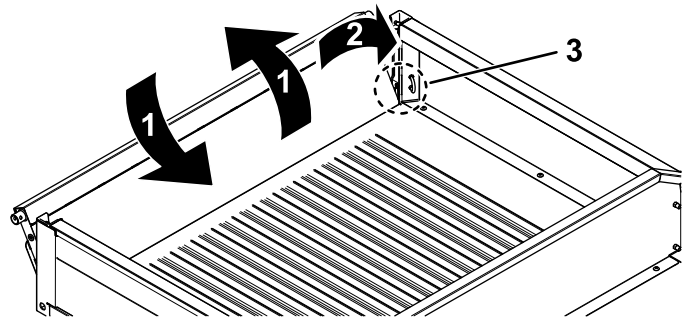

Figura 70
2. Gire el portón trasero a un ángulo de 45° aproximadamente (Figura 70).
3. Mueva el portón trasero varias veces hacia adelante y hacia atrás, con breves sacudidas (Figura 70).